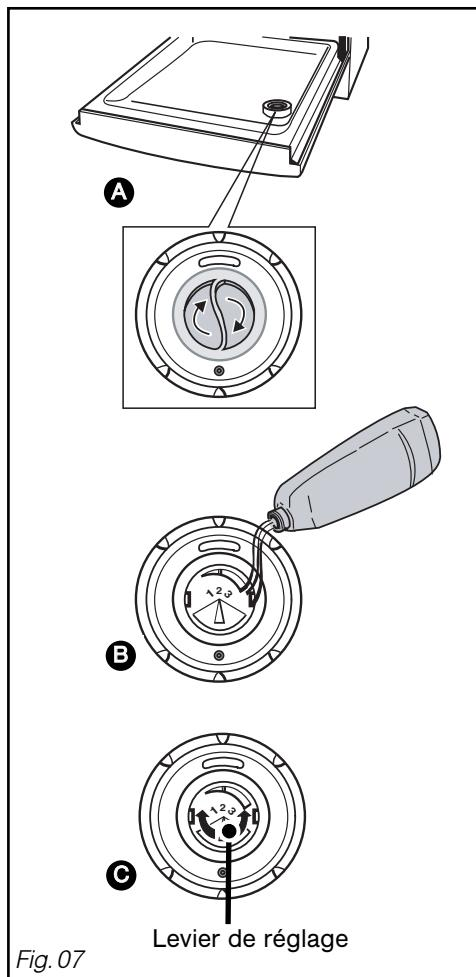

Fig. 07
- **Le chargement du produit de rinçage. (Fig. 07)**
Après quelques cycles et en cas de mauvais séchage ou de traces, nous vous conseillons d'augmenter le réglage en tournant le levier (fig 07 **C**) sur la position 3.